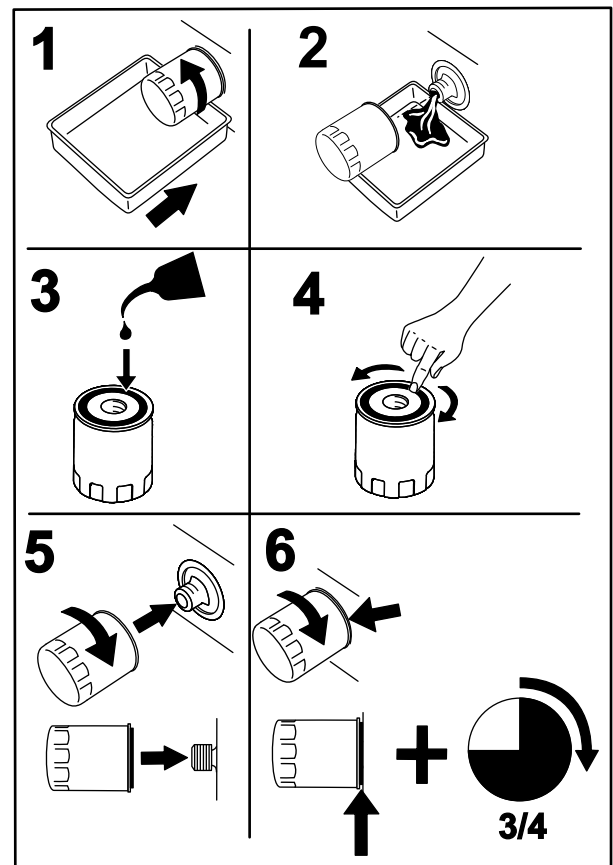

Bild 39
2. Wechseln Sie den Motorölfilter (Bild 39).